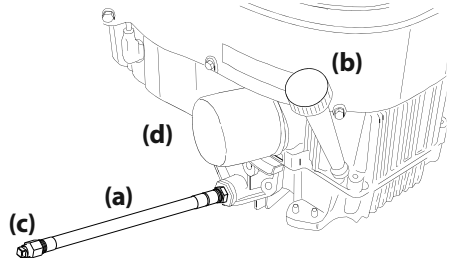

Figura 34
3. Mientras sostiene el extremo libre de la manguera de drenaje de aceite sobre el recipiente de recolección de aceite, desenrosque el tapón con cabeza cuadrada de la manguera (c) del extremo de la manguera de drenaje de aceite. Consulte la Figura 34. Drene el aceite del motor dentro del recipiente recolector.